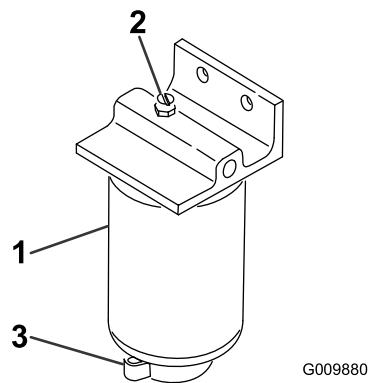

Figura 55
2. Liberte a válvula de escoamento que se encontra na zona inferior do recipiente do filtro (Figura 55).
1. Limpe a zona de montagem do recipiente do filtro (Figura 55).